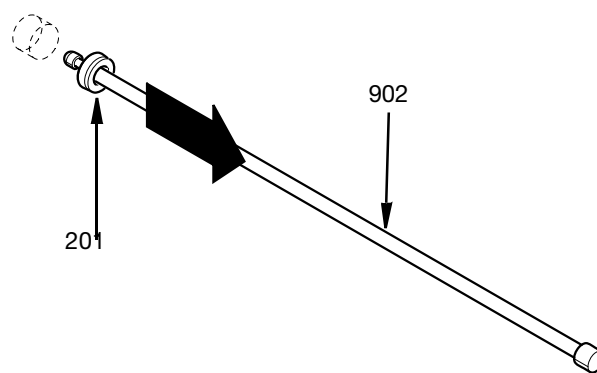

FIG. 34
Para remover um vedante de haste, colocar a extremidade pontiaguda da haste de instalação do vedante (902) através do centro do vedante da haste (201). Prender o travessão da ferramenta na face oposta do vedante e retirar o vedante dos espaçadores da embalagem (203 e 204) ou da caixa do cilindro de ar (509). Consulte a FIG. 34.